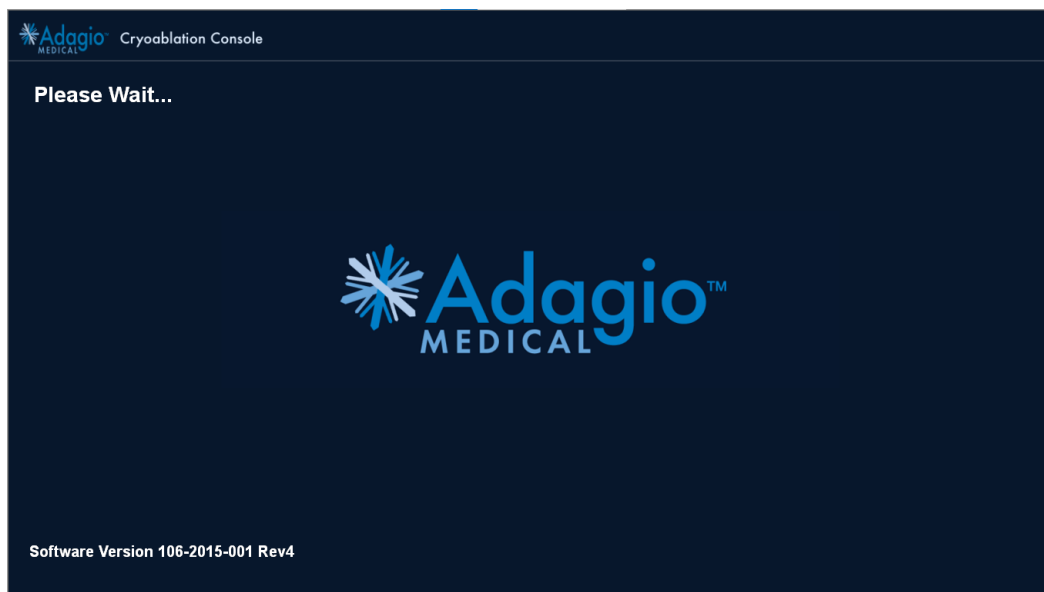

Figure 7 – Écran d'accueil
4. Le système vérifie automatiquement la communication parmi ses composants. Pendant cette vérification, l'écran d'accueil suivant (Figure 7) s'affiche. Aucune intervention de l'utilisateur n'est nécessaire à ce stade. Si le logo d'Adagio Medical ne s'affiche pas, cliquer sur l'écran des tâches (Figure 8) et sélectionner l'application IUG Adagio Medical.